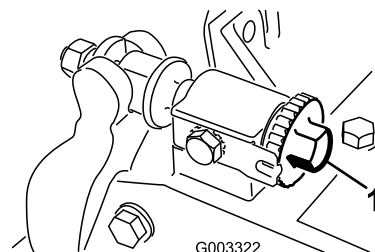

图11
- 将滚刀组放在平整、水平的工作表面上。逆时针旋转底刀架调节螺丝确保底刀架不与滚刀接触 图11。